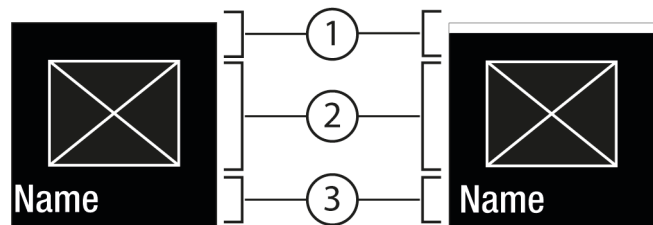
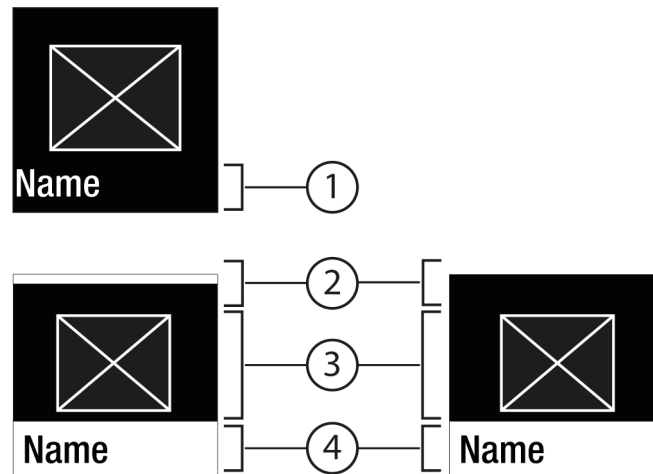

Fig. 6
Fig. 7
- Avec Confirmer Fig. 5 (2), appeler le sous-menu Fig. 7 (4).
- ▶ Régler une nouvelle valeur : Avec Confirmer Fig. 5 (2), sélectionner une valeur désactivée Fig. 6 (1).
- ▶ Retour au menu : Avec Confirmer Fig. 5 (2), sélectionner la valeur déjà activée Fig. 6 (2).
- ▷ Status : activé Fig. 6 (1) s'affiche brièvement dans le sous-menu Fig. 7 (4).